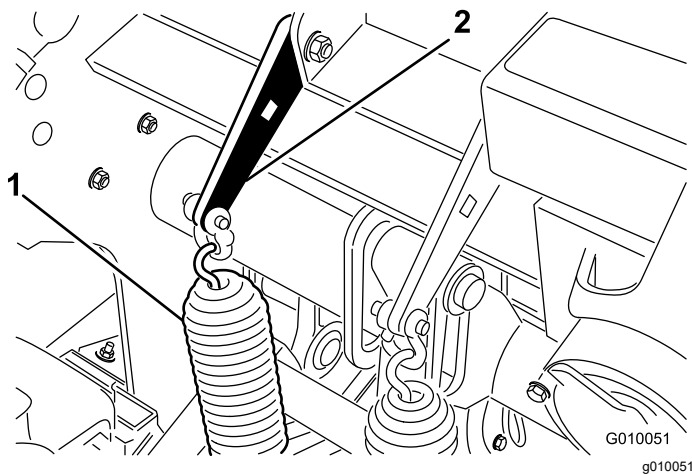

Figura 27
2. Slăbiți piulițele uruburilor de fixare care fixează suportii de arc la capul de carotaj (Figura 27). Nu le îndepărtați.